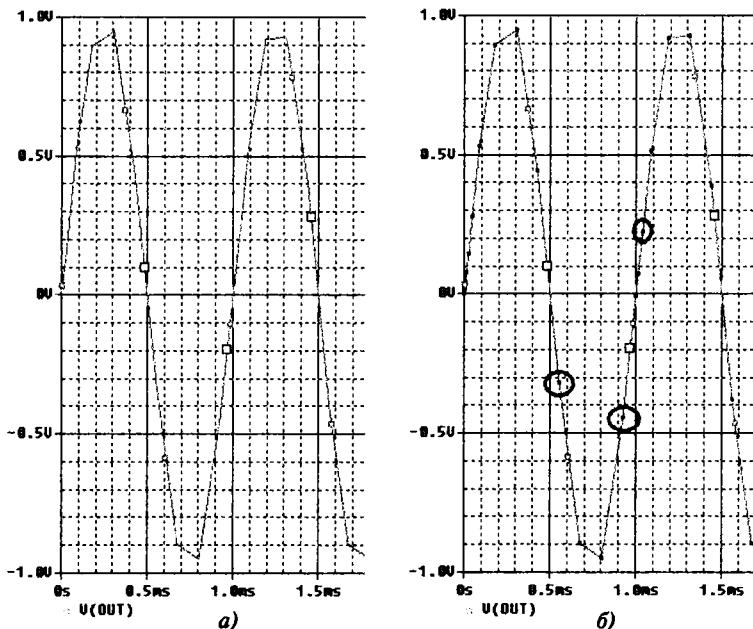

Рис. 8.13. Сигнал с низким разрешением
2. Создаём профиль моделирования PR-16-sin с типом анализа Transient и временем моделирования 10 мс. Устанавливаем маркёр напряжения, запускаем моделирование. Увидим результирующий сигнал (рис. 8.13,*a*) с низким разрешением.
3. В Probe выбираем Tools > Options и отмечаем Mark Data Points или пользуемся иконкой . На графике появляются метки контрольных точек (рис. 8.13,*b*).